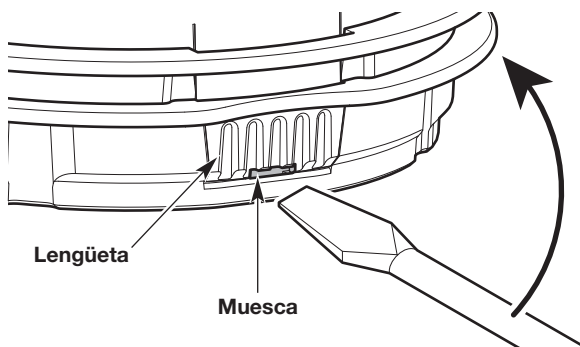

Fig. 7
- a. Inserte un destornillador de cabeza plana dentro de la muesca de la lengüeta (Fig. 7).
- b. Inclínele levemente el destornillador hacia arriba y sosténgalo en el lugar (Fig. 7).